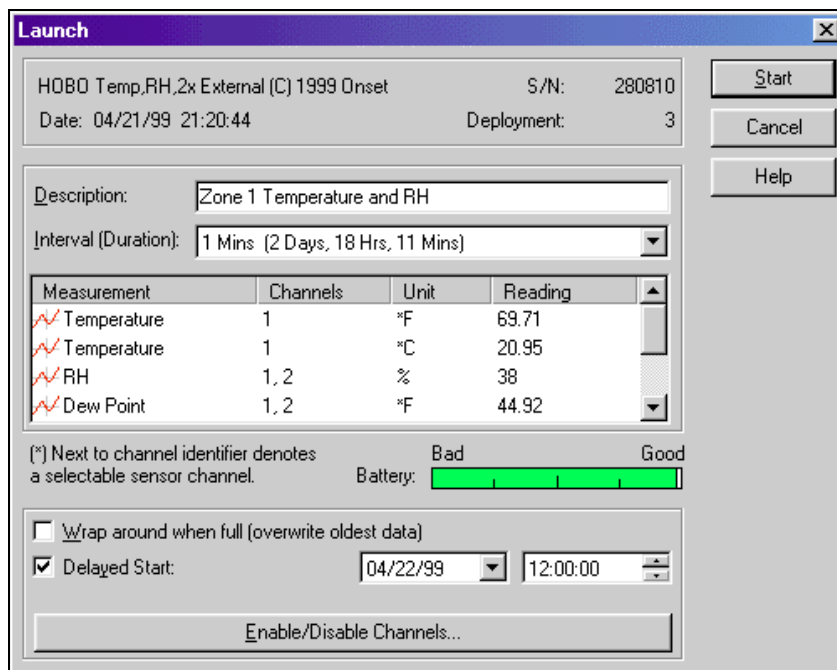

Figura 6 – Janela de dialogo *Launch*
- Dentro da caixa de diálogo *Launch*, modifique as opções conforme sua preferência, e pressione o botão *Start*. (Veja **5.3 Opções do Lançamento e Figura 6**).
Abaixo segue algumas instruções da janela de diálogos *Launch* (**Figura 6**):
Na **Figura 6**, o HOBOTemp está habilitado para medir a Temperatura (Celsius e F), Umidade Relativa-RH-(%), Temperatura do Ponto de Orvalho (*Dew Point*) (Celsius e F)